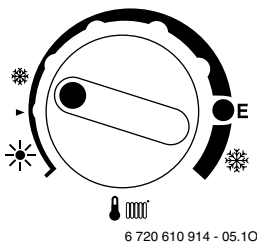

Fig. 30
- Lasciare il riscaldamento acceso con il selettore di temperatura di mandata riscaldamento 🌡️ almeno in posizione ☀️ (sinistra) (vedi fig. 30).